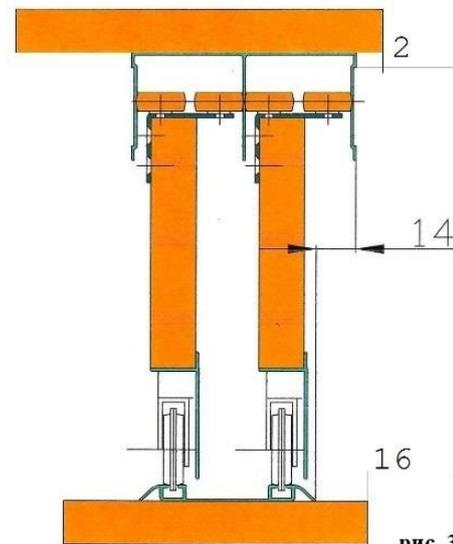

рис. 3
10. На дно 2 крепим саморезами 3,5х16 ходовой двойной профиль (как указано в схеме на рис.3).
11. На крышу 1 крепим саморезами 3,5х16 направляющий Ш-образный профиль (как указано в схеме на рис.3).
Крепится на верхней внутренней поверхности потолка шкафа (рис.3) саморезами 4,2х16 и служит направляющей для верхней части дверей. Длина выбирается равной размеру внутреннего пространства шкафа между боковыми стенками.
Крепится на нижней внутренней поверхности пола шкафа (рис.3) саморезами 4,2х16 и служит опорой и направляющей для нижней части дверей. Длина выбирается равной размеру внутреннего пространства шкафа между боковыми стенками.